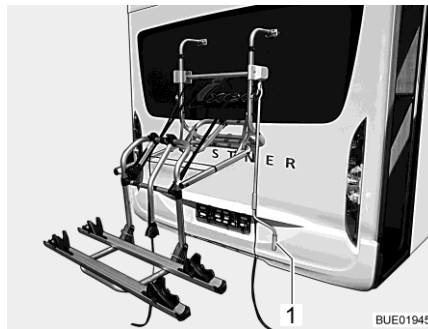

Bild 5 Cykelställ, nedsänkt
- Sätt handveven (Bild 5,1) mot cykelstället och sänk det till rätt höjd.